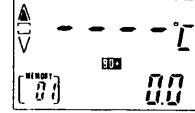

Fig. 13
- ① 热電対入力の場合
- アップスケールでパーンアウト表示をします。(Fig. 13)
- ② 測温抵抗体入力の場合